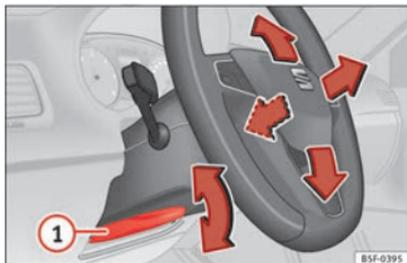

Fig. 15 Levier sur la partie inférieure latérale gauche de la colonne de direction.
• Régler la position du volant : tirez le levier » » fig. 15 ① jusqu'en bas, déplacez le volant sur la position désirée puis remontez le levier en position de verrouillage.